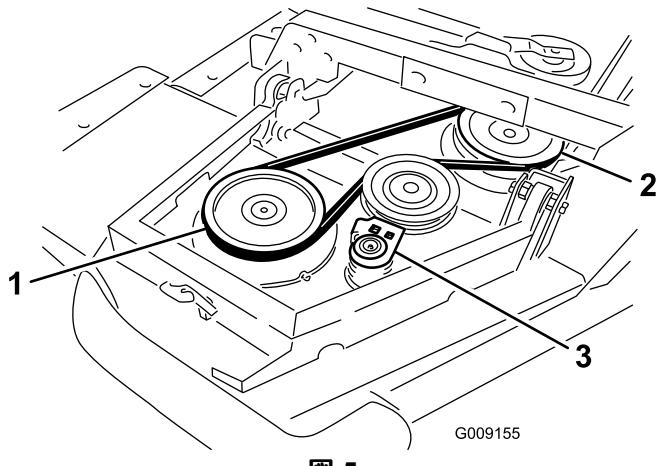

図 5
- A. まず、ウイングレットのスピンドル primaryから前デッキのスピンドル primaryにベルトを掛ける図5。
- B. ラチェットレンチのようなものを使って、アイドラブーリをブーリから引き離す図 5。